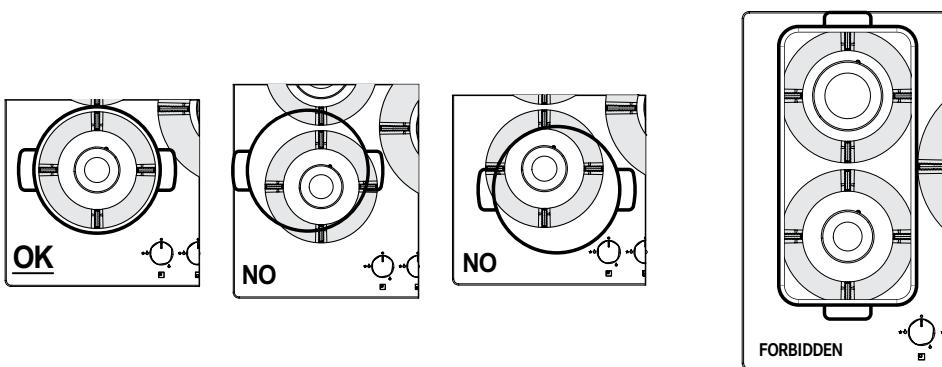

Fig. 1
Utilizarea unor vase mai mari decât cele specificate pot cauza încălzirea excesivă a butoanelor și părții superioare, iar în caz de utilizare prelungită, îngălbirenarea capacului (dacă este din oțel inoxidabil). Franke își declină orice responsabilitate pentru defectiunile rezultate din utilizarea aparatului în acest mod (Fig. 1).
- ▷ Nu puneți aceeași tigaie pe două arzătoare (Fig. 1).
- ▷ Nu folosiți două arzătoare aprinse în același timp cu un singur recipient, cum ar fi o cratiță sau o tigaie de pește (Fig. 1).